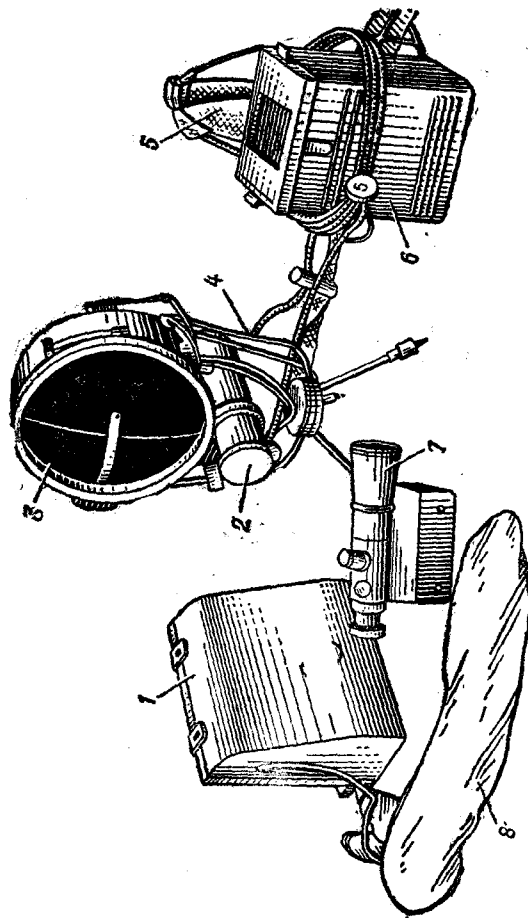

Рис. 18. Комплект ночного прицела ППН-1:
23. Прицел ППН-1 (рис. 18) состоит из электронно-оптического ночного прицела, инфракрасного прожектора с электронно-оптическим визиром и двух аккумуляторных батарей 5КНБ-25.